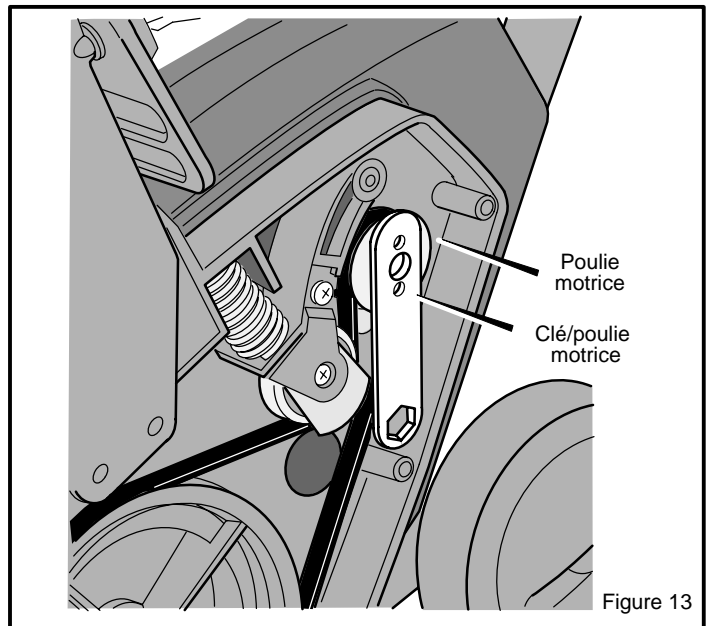

Figure 13
- Placer la petite clé sur la poulie motrice, comme le montre l'illustration. Figure 13.